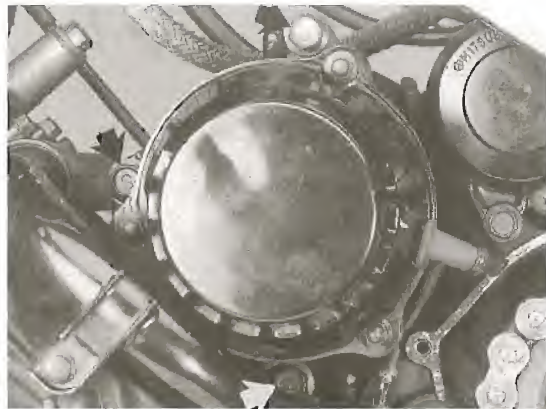

Bild 81
- Drei Hutmuttern SW 8 Bild 81 audrehen und Deckel abnehmen.
- Drei Befestigungsschrauben (Pfeile in Bild 81) ausdrehen (untere Schraube ist nur mit Viertelzoll-Nuss und Gelenk erreichbar – sonst muss Kühlmittelschlauch abgebaut werden!) und Generator abnehmen.
- Generator an Motorgehäuse anbringen. Dabei darauf achten, dass Rotor richtig in Antriebswelle eingreift. Drei Befestigungsschrauben eindrehen (Bild 81) und Stecker anschliessen.